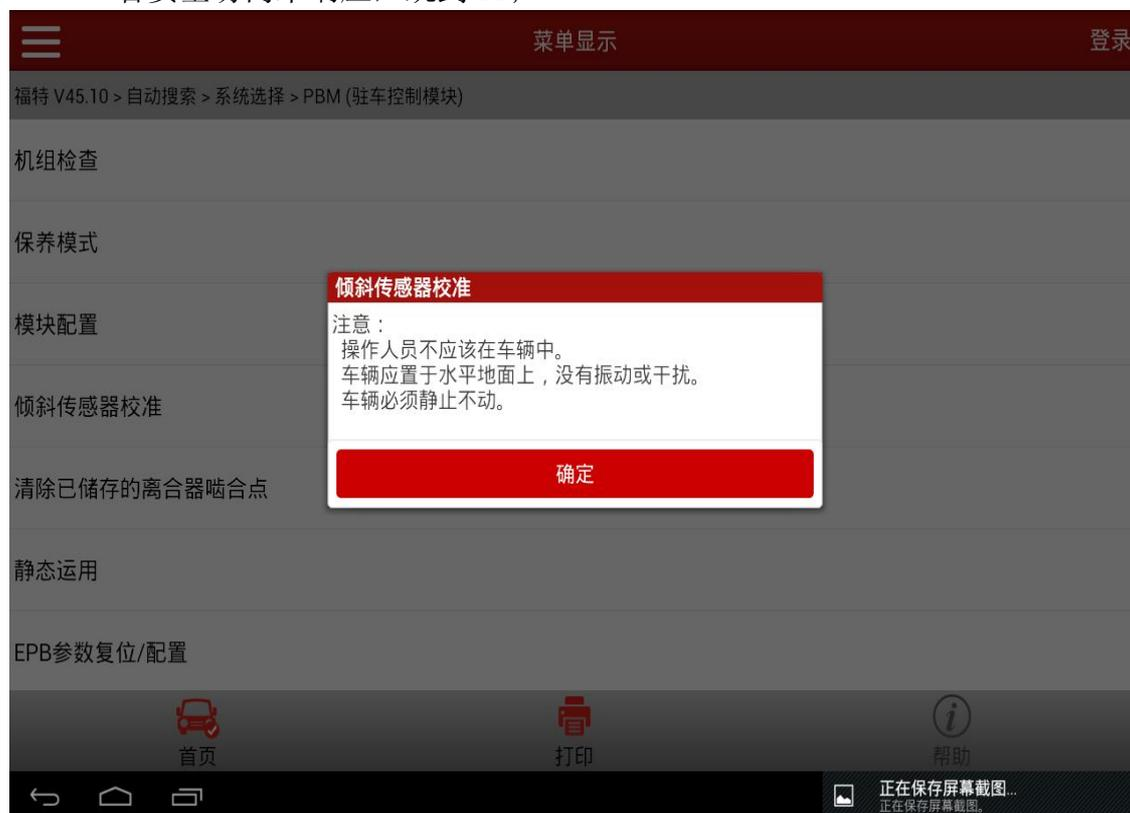

图 5
- 5). 提示：注意：操作人员不应该在车辆中。车辆应置于水平地面上，没有振动或干扰。车辆必须静止不动（如图 5），点击“确定”进入下一步；